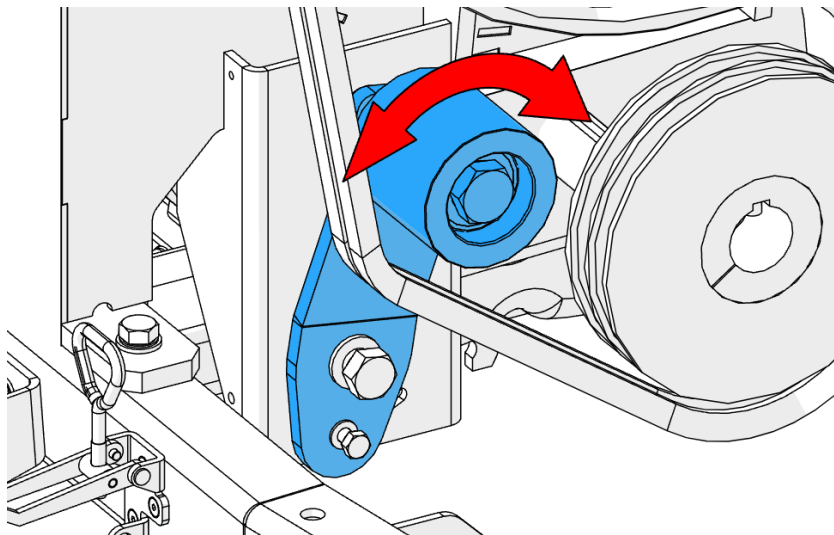

Abbildung 70 - Spannung einstellen
- a. Lösen Sie mit einem geeigneten Werkzeug die Hauptspannschraube (1, Abbildung 70).